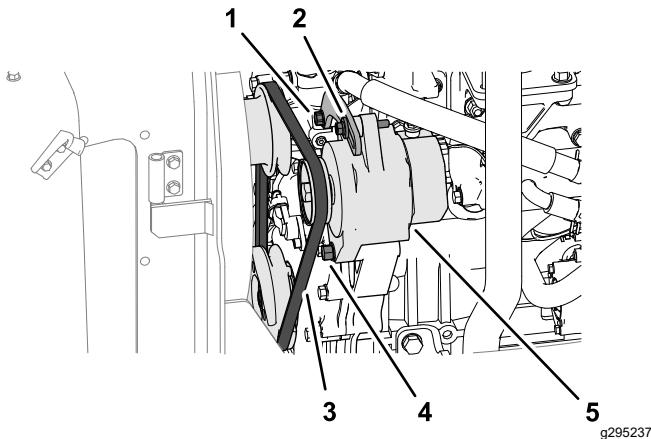

Bild 69
- Üben Sie eine Kraft von 100 N (10 kg) auf den Lichtmaschinenriemen (Bild 69) in der Mitte zwischen den Riemenscheiben aus.
- Wenn der Riemen um weniger als 10 mm ausgelenkt werden kann, lösen Sie den Drehstift und die Spannschraube (Bild 69) der Lichtmaschine und verringern Sie die Riemenspannung.
- Wenn der Riemen um mehr als 10 mm ausgelenkt werden kann, lösen Sie den Drehstift und die Spannschraube (Bild 69) der Lichtmaschine und erhöhen Sie die Riemenspannung.
Hinweis: Lösen Sie bei Bedarf die Spannschraube der Halterung (Bild 69).
- Ziehen Sie die Schrauben fest (Bild 69).